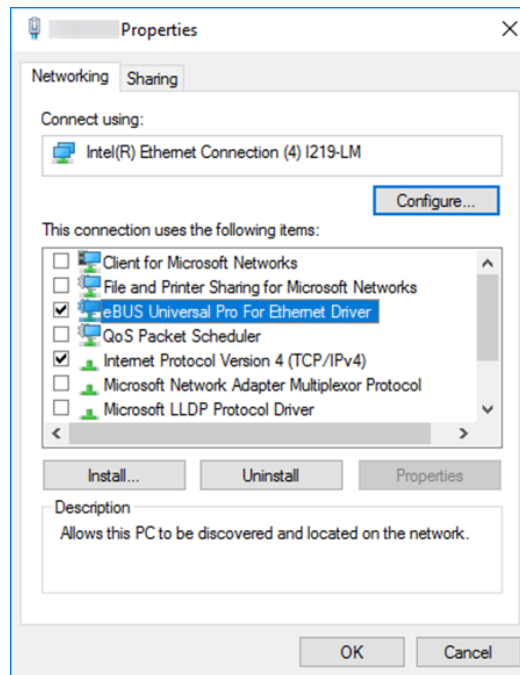

Abbildung 114: Ändern der Netzwerkadapter-Verbindungen
3. Löschen Sie alle Markierungen außer das Häkchen bei **eBUS Universal Pro for Ethernet Driver** und **Internet Protocol Version 4 (TCP/IPv4)** (Abbildung 114).